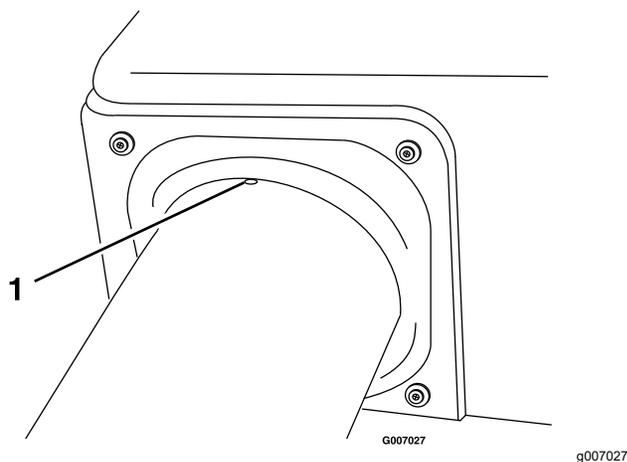

Figure 51
7. Placez la petite bosse dans le tube supérieur exactement entre les vis de fixation du joint à la trémie (Figure 51).
11. Vérifiez que la bosse de Figure 51 est toujours en place.